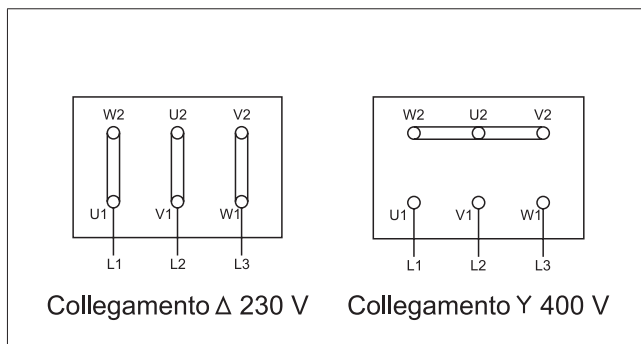
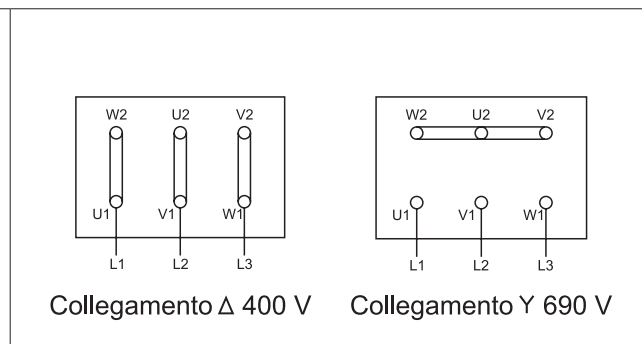

FIG. 25 (Motore elettrico 230/400 V)
FIG. 26 (Motore elettrico 400/690 V)
**5.8- Collegamento elettrico alla morsettiera motore elettrico (FIG. 25 e FIG. 26)**